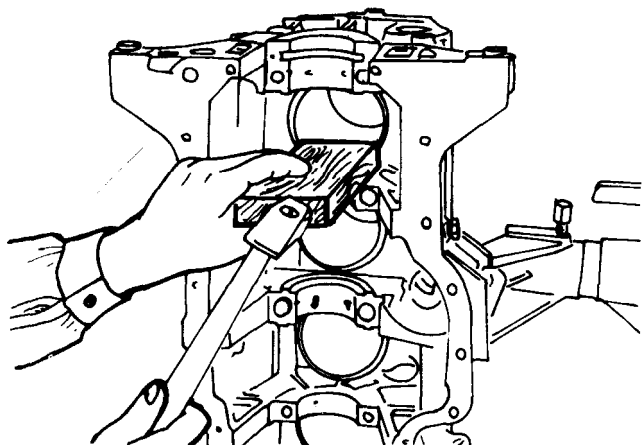

Рис. 1.91. Выбивание гильзы цилиндра деревянным бруском.
3. Поставьте блок цилиндров на торцевую поверхность и выбейте нужную гильзу со стороны картера коленвала с помощью деревянного бруска (рис. 1.91).